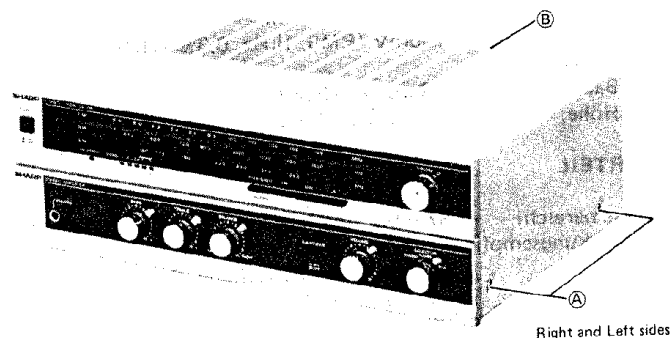

Figure 4-1
1) REMOVAL OF CABINET (Refer to Figure 4-1.)
1) ENTFERNEN DES GEHÄUSES (Siehe Abbildung 4-1.)
1) ENLÈVEMENT DU COFFRET (Se reporter à la Figure 4-1.)